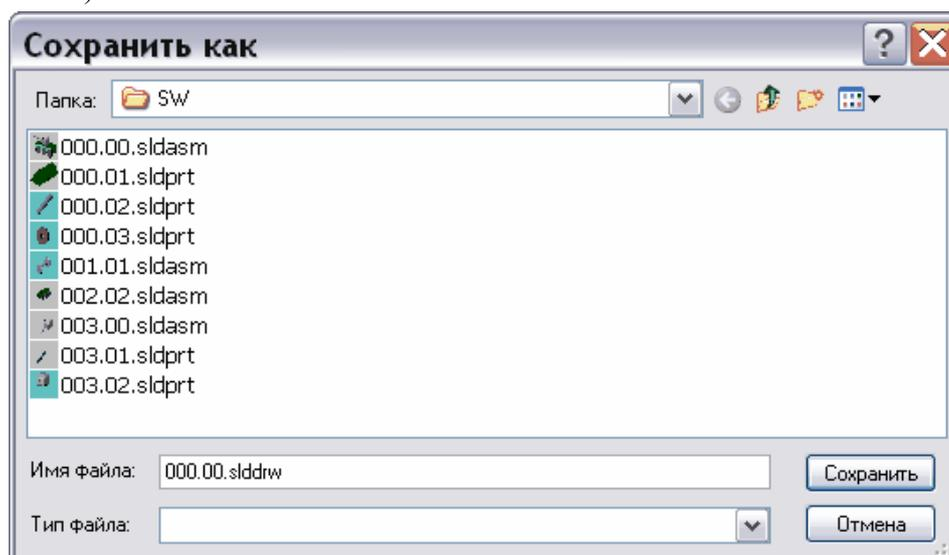

Рис. 73
4. В появившемся окне **Сохранить как** введите имя создаваемого файла чертежа, которое до расширения должно совпадать с обозначением модели БМП – **000.00** (Рис. 73).